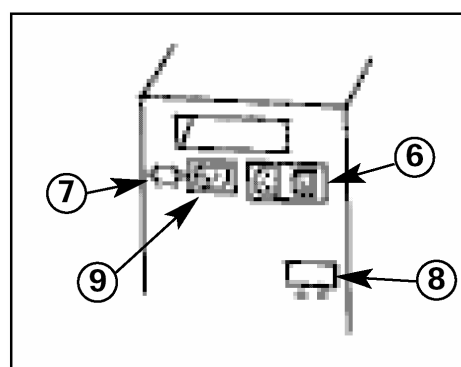

Рисунок 2
- 2) Подсоедините кабель сетевого питания и кабель нагрузки к розетке Input-Output (вход/выход) (9) (см. рис. 2).